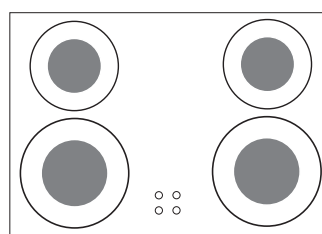

Fig. 3
2. Poussez et tournez le bouton de commande dans le sens anti-horaire pour faire fonctionner la zone interne de l'élément double (Fig. 3) et dans le sens horaire pour faire fonctionner l'élément double au complet (Fig. 4).